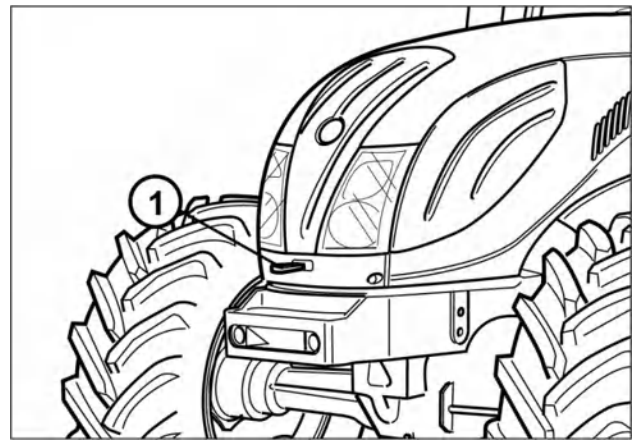

Рис. 7-6
- вставьте ключ для открывания (1 — рис. 7-6) в переднюю прорезь и подсоедините его к механизму замка капота;
- поднимите капот (2) вверх, он останется в открытом положении благодаря газовому упору;